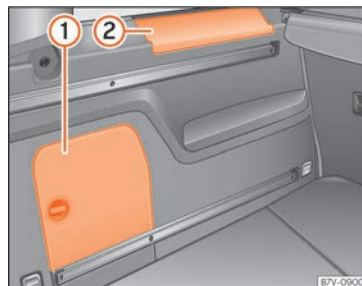

Fig. 191 Nel bagagliaio: vano portaoggetti laterale.
Sulla parte laterale del bagagliaio sono presenti altri vani » **fig. 191** ① e ②. Per aprire il »